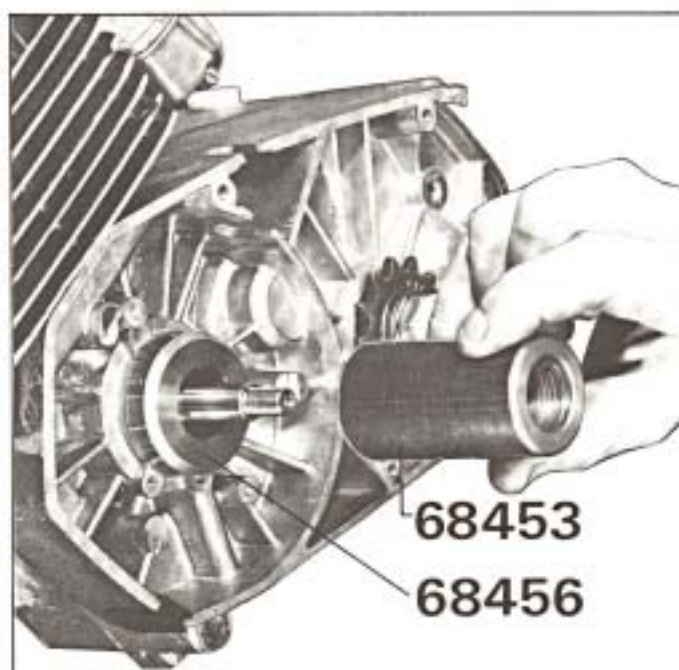

Fig. 53
- Glisser le nouveau joint (suiffé) à l'aide des guides 68456 et 68453 (figure 53).